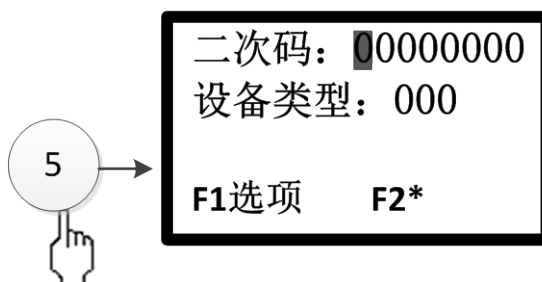

图 3-23
按下数字 5 键或光标移至⑤后按确认键，可进入手动操作设置界面(如图 3-23 所示)。进入本界面后，可以通过设置二次码和设备类型选择设备启动或者停止，按“F1”键选择启动或者停止。选择完成后需要按取消键返回界面。